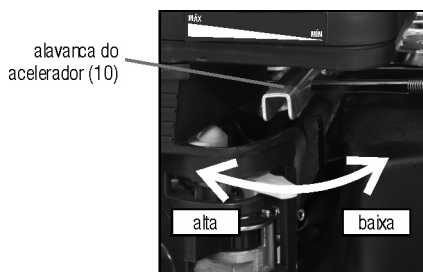

Fig. 20 – Alavanca do acelerador
- f. Movimente a alavanca do acelerador cerca de 1/3 para a posição alta (MÁX.) (fig. 20).
- j. Após ligar o motor, mova a alavanca do acelerador para a posição alta (MÁX.) (fig. 20) para iniciar a sucção da água. A vazão da água é controlada através da rotação do motor. Para aumentar a vazão, coloque a alavanca do acelerador para a posição alta (MÁX.) e, para diminuir a vazão, coloque a alavanca do acelerador para a posição baixa (MÍN.).